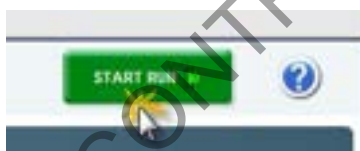

Figura 17. Botón de acción para empezar el análisis del experimento.
**7.2.29** Inicie la corrida dando *click* al botón verde en la parte superior izquierda **"Start Run"** en color verde. Ver figura 17.